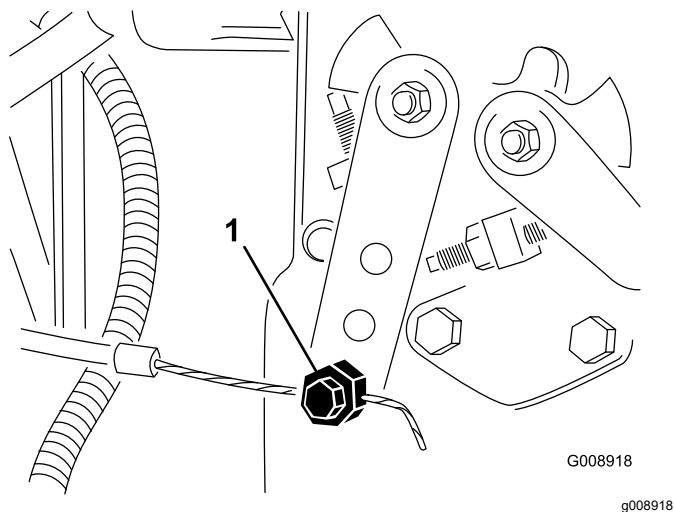

Рисунок 87
4. Ослабьте соединитель тросика дроссельной заслонки на плече рычага инжекторного насоса (Рисунок 87).